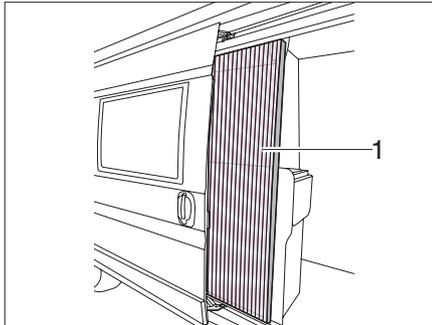

Fig. 31 Moustiquaire
- ▶ Tirer jusqu'au bout la moustiquaire par la barrette (Fig. 31,1).
- ▶ Remettre la moustiquaire en position initiale en la poussant par la barrette (Fig. 31,1).